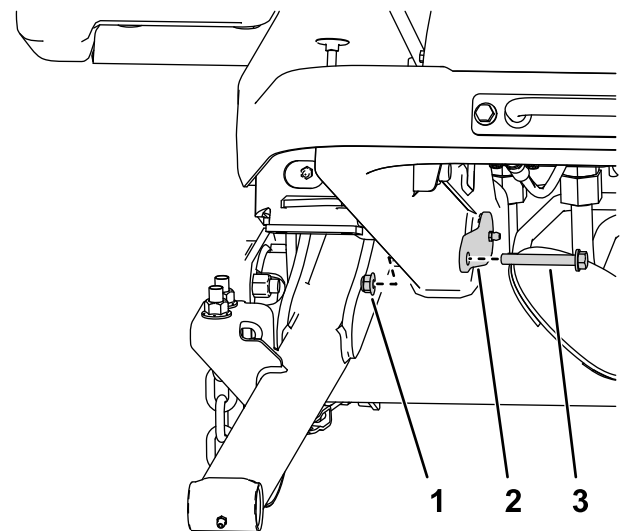

Figura 4
- D. Rimuovete il dado e i bulloni che fissano i perni grandi ai bracci di sollevamento, come illustrato nella Figura 4.